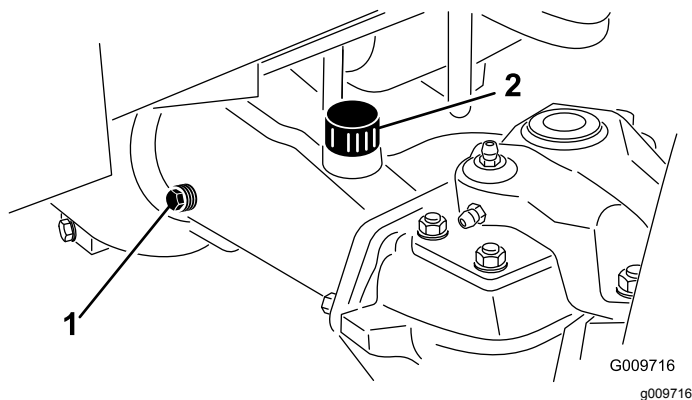

図 58
2. アクスルの一方の端部から点検用プラグを抜き、穴の高さまで潤滑油があることを確認する 図 58。